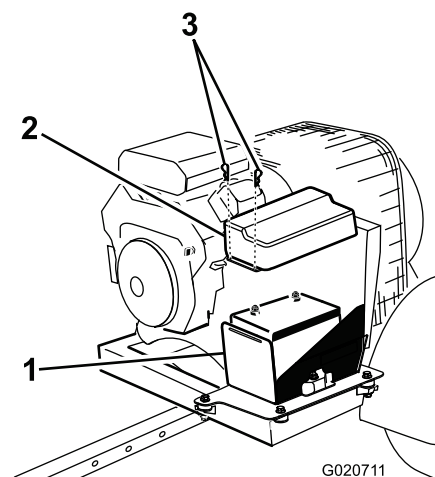

Figura 3
1. Retire os cliques que prendem a tampa da bateria à caixa da bateria (Figura 3).